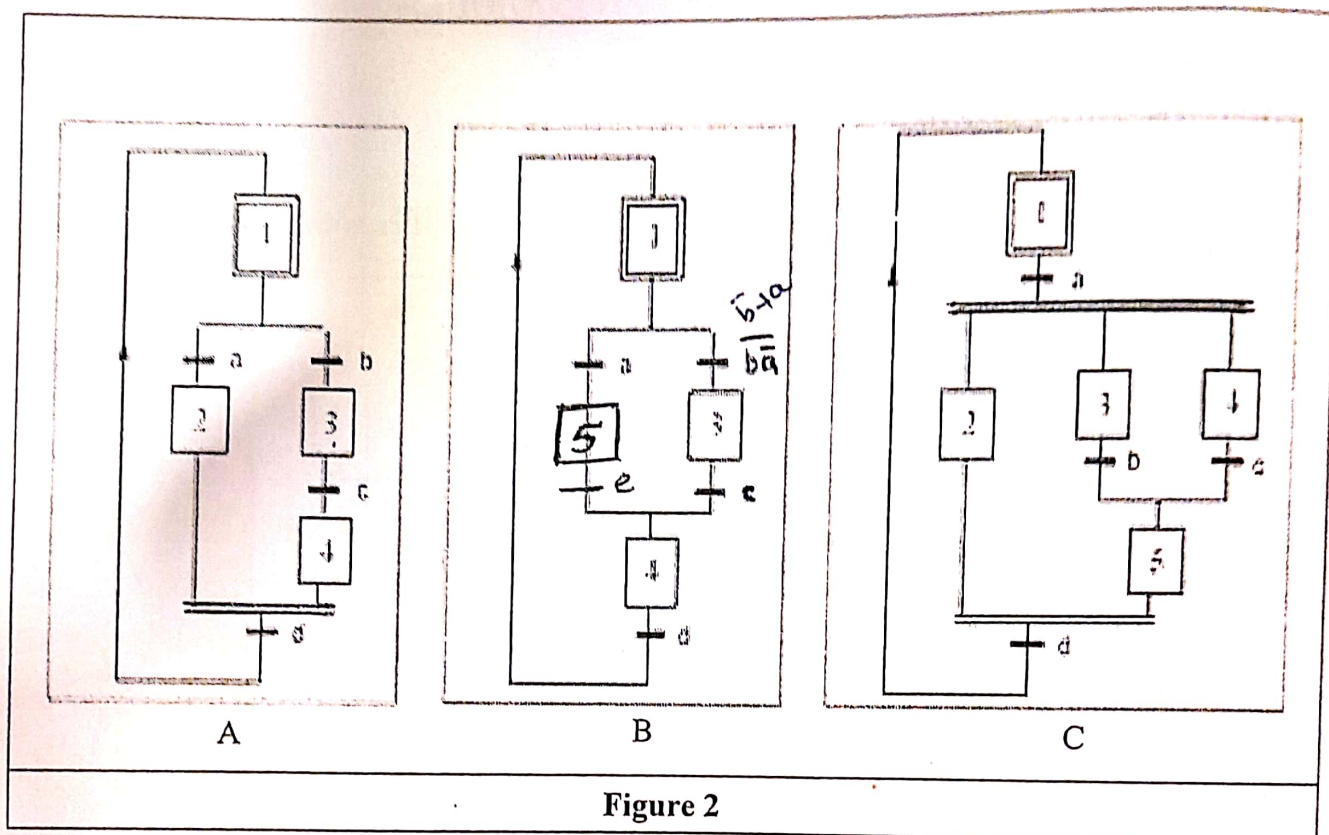

Figure 2
1. Les GRAFCETS de la figure 2 fonctionnent-ils ? Justifier votre réponse.